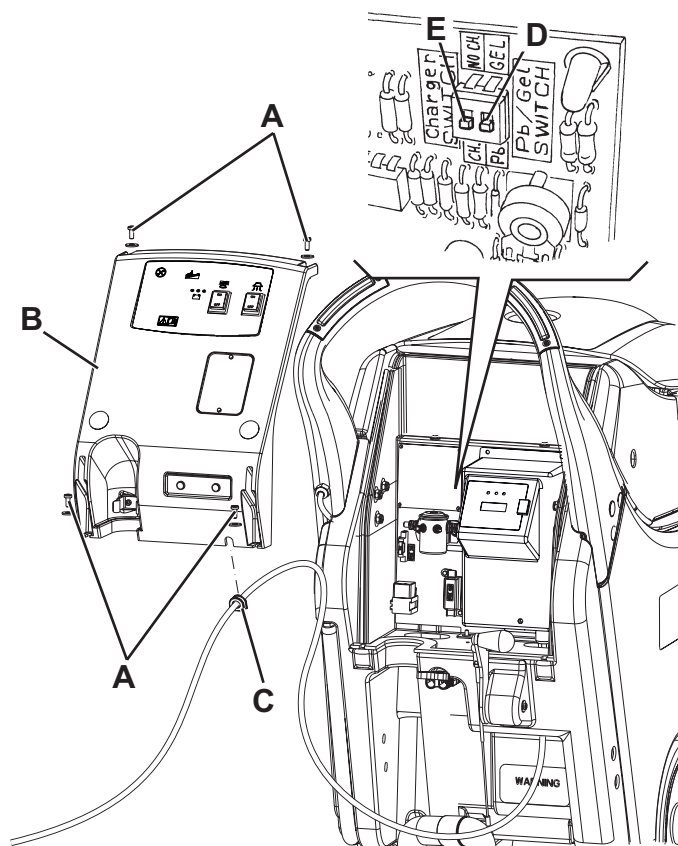

Abbildung 1
2. Schmutzwasserablassrohr (11) verschieben.
3. Das Kabel des Ladegeräts vom Halter (5) entfernen.
4. Die Schrauben (A, Abb. 1) entfernen und vorsichtig die Platte (B) verschieben, indem man das kleine Gummi (C) aus dem Sitz der Platte (B) entfernt.
5. Den Mikroschalter (D) auf WET stellen.